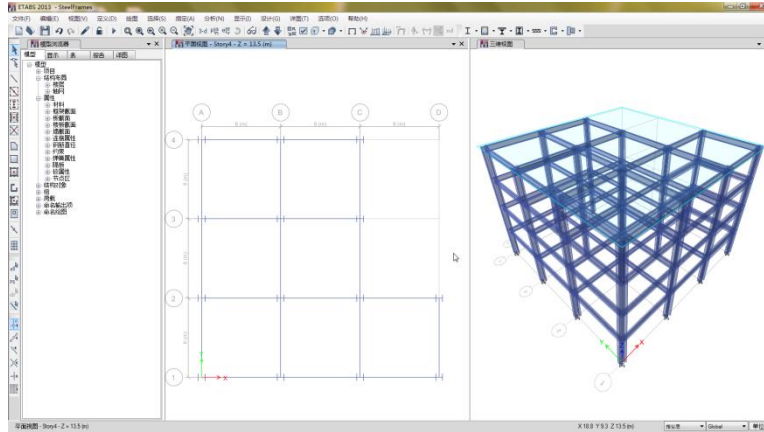

图 3-21 拉伸显示框架
12. 点击**应用**按钮，模型显示如图 3-21 所示。